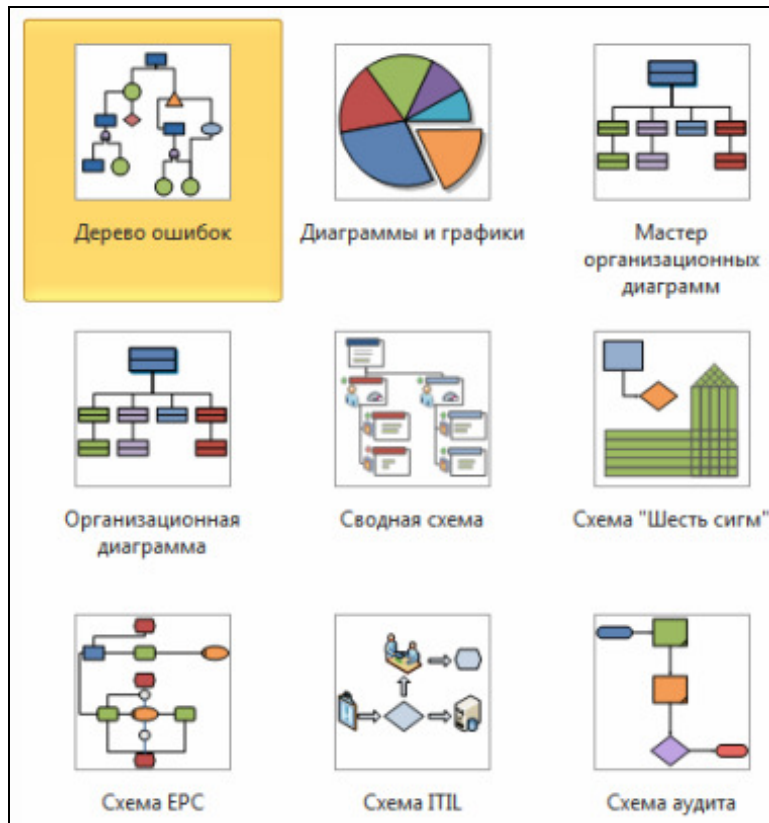

Рис. 1.2. Категория шаблонов *Бизнес*
- *Бизнес* – шаблони для побудови схем бізнес-процесів (рис. 1.2). Серед них – схеми організаційної структури підприємства, діаграми якості, дерева ухвалення рішень, подієві діаграми, схеми аудиту, інтелектуальні карти та інші. Шаблон *Діаграми і графіки* дозволяє відобразити фінансові звіти, результати статистичного аналізу, задачі обліку тощо;